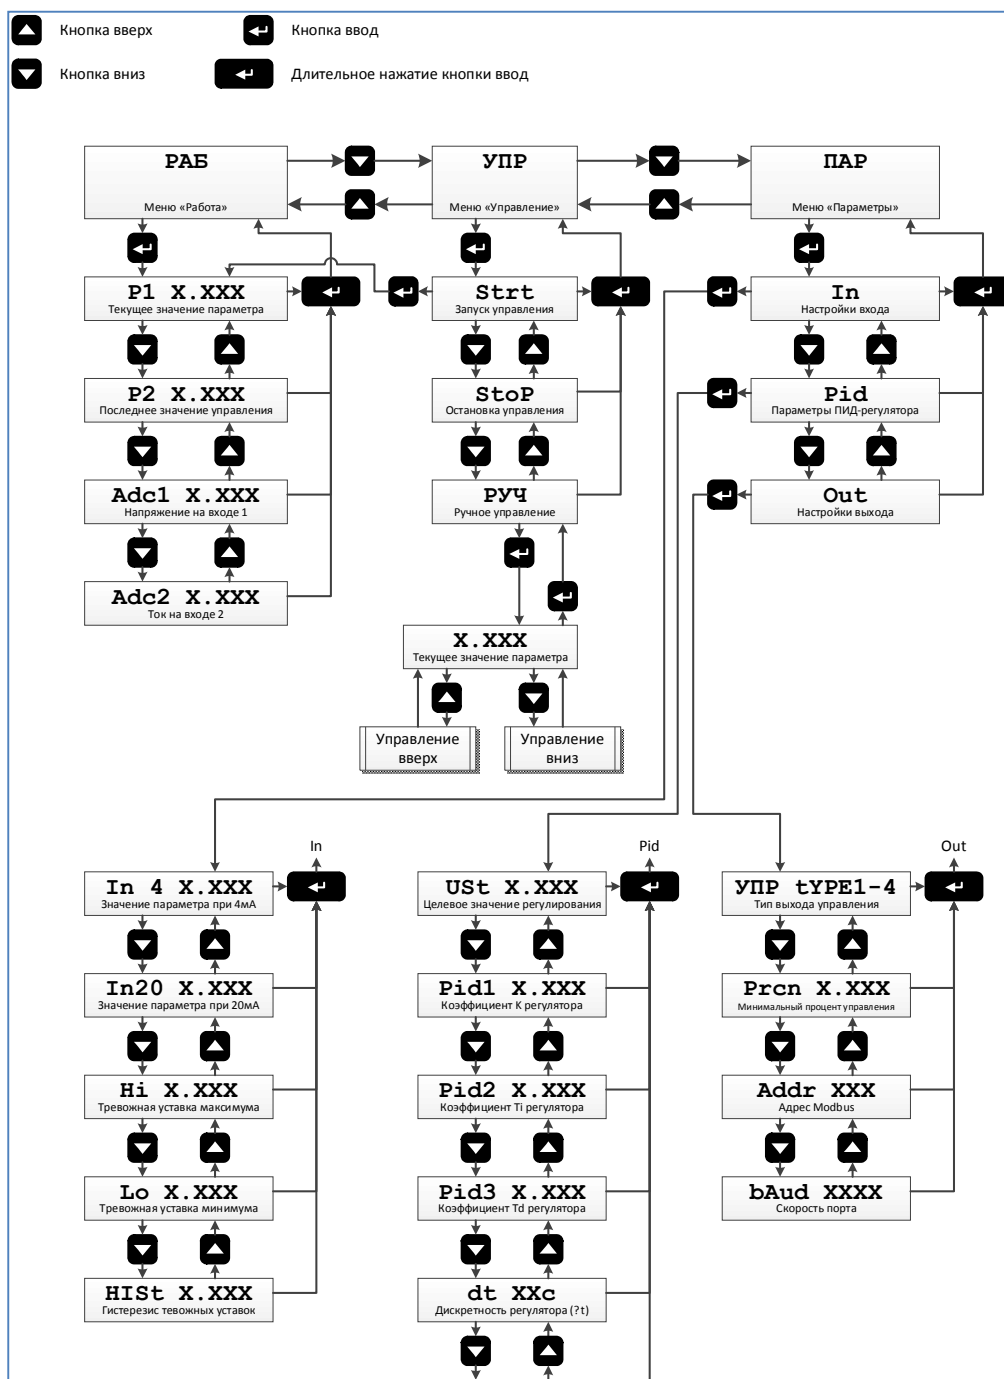

Рис. 5. Схема меню регулятора ПРОМА-РТИ-303
2.4.2 Рис. 5). Верхний уровень меню состоит из пунктов: